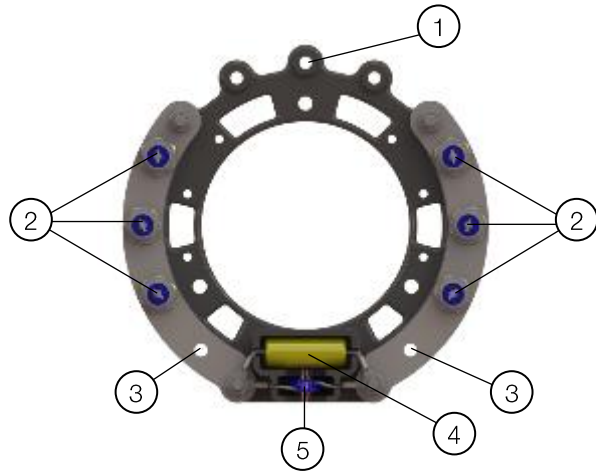

Figure 12.7 : Roue à diodes complète
5. Remplacer les composants endommagés : diodes, varistor et condensateur, identifiés dans la Figure 12.7.
Légende - Figure 12.7 :